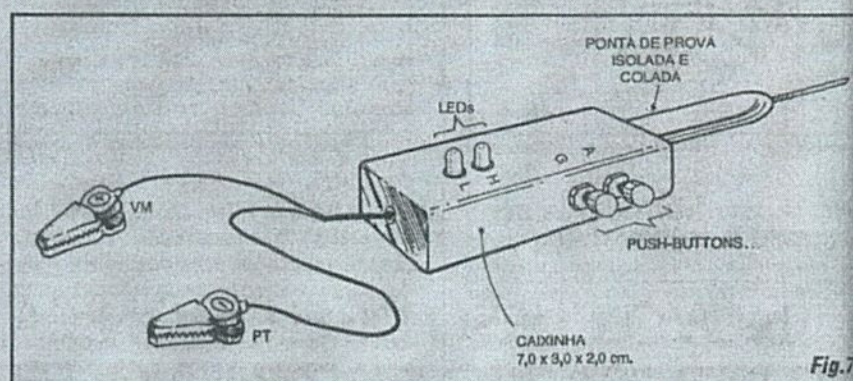

Fig. 7
- FIG. 7 - O ACABAMENTO SUGERIDO PARA O DITE... - Uma caixinha estreita e longa, proporcional às dimensões e formas da própria placa do Impres, dará resultados ótimos, não só no "visual", como na ergonomia e manuseio prático do DITE, conforme sugere a figura... Convém manter os dois LEDs sobressaindo no painel superior do container (nas suas naturais posições relativas à placa...), colocando os dois push-buttons na região mais "avançada" da lateral direita (para os destros) ou esquerda (para os sinistros). A Ponta de Prova pode ser fixada com adesivo forte num furo centralmente posicionado na lateral estreita mais próxima aos push-buttons... Na extremidade oposta do container, faz-se também um furo centralizado, para passagem dos cabos de alimentação, que terminam nas garras "jacaré" polarizadas... Convém marcar os LEDs e interruptores de pressão, com letras ou códigos facilmente "entendíveis", dizendo sobre as suas funções ou significados... Por exemplo: nos push-buttons, as letras A e G indicam, claramente, as funções respectivas de Analisador e Gerador, enquanto que nos LEDs, as letras H e L significam High ("alto") e Low ("baixo")... Tudo assim claro e direto, facilita o uso e impede falsas interpretações ou erros nas aplicações...